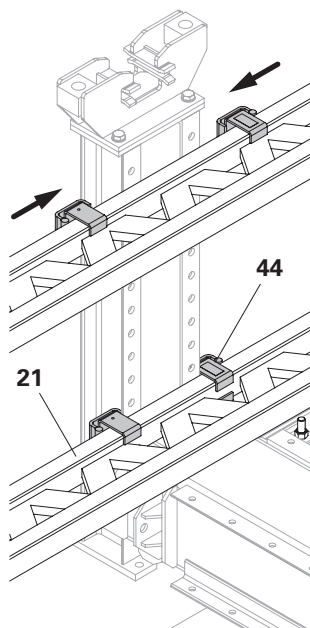

Fig. B2.03
3. Infilare le morse GT 24 ACS (**44**) sulle travi a sbalzo e serrare a fondo. (Fig. B2.03)